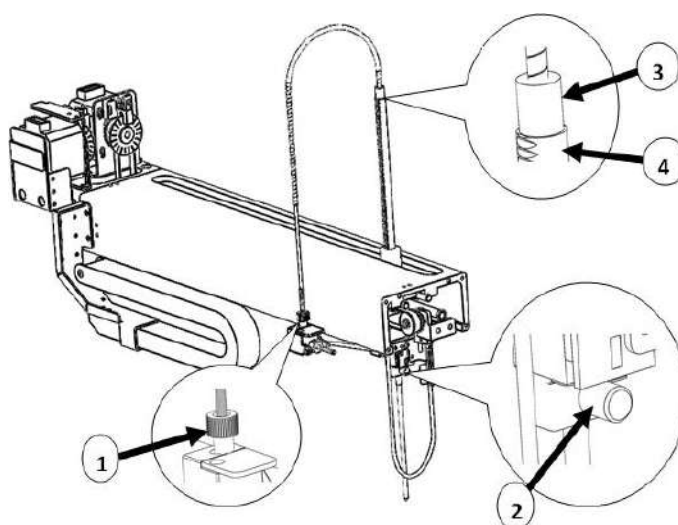

Рисунок 12.3 Дозатор в сборе
9. Отвинтите разъем дозатора (№ 3 на рис. 12.3) от жесткой муфты.
4. Вставьте дозатор сверху держателя дозатора до тех пор, пока плечо коннектора дозатора не совпадет с верхней частью держателя дозатора (как показано на 3 и 4 рис. 12.3), а затем остановитесь.
5. Удерживая дозатор, затяните винт с накатанной головкой (2 на рис. 12.3) на задней стороне блока датчика уровня жидкости так, чтобы пальцы не могли двигаться.